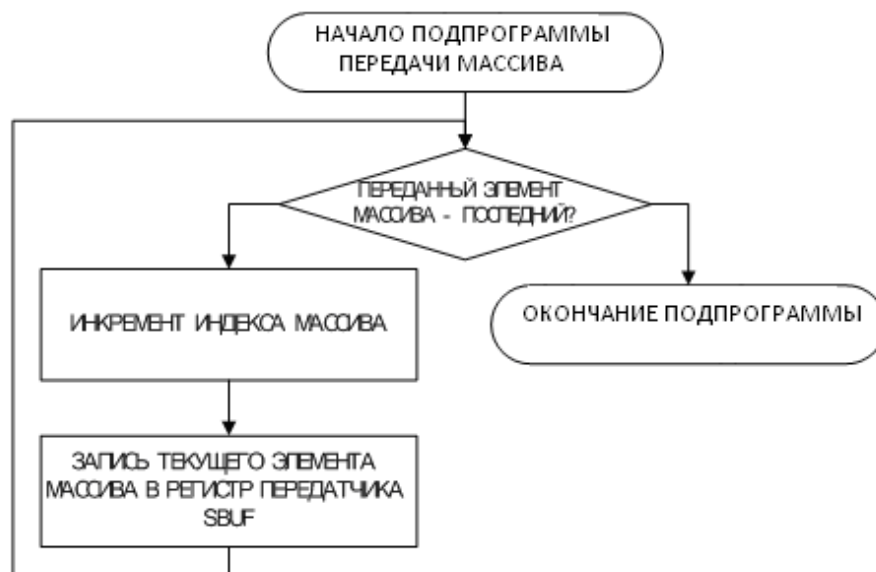

Рис. 1. Алгоритм подпрограммы передачи массива символов
3. Изучить структурную схему алгоритма подпрограммы передачи массива символов, показанную на рис. 1.